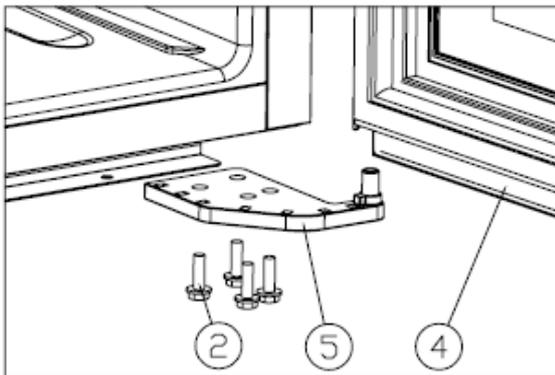

Figure 2
- ✧ Dévisser les vis M5*16②, démonter la charnière inférieure droite⑤ [Figure 2].